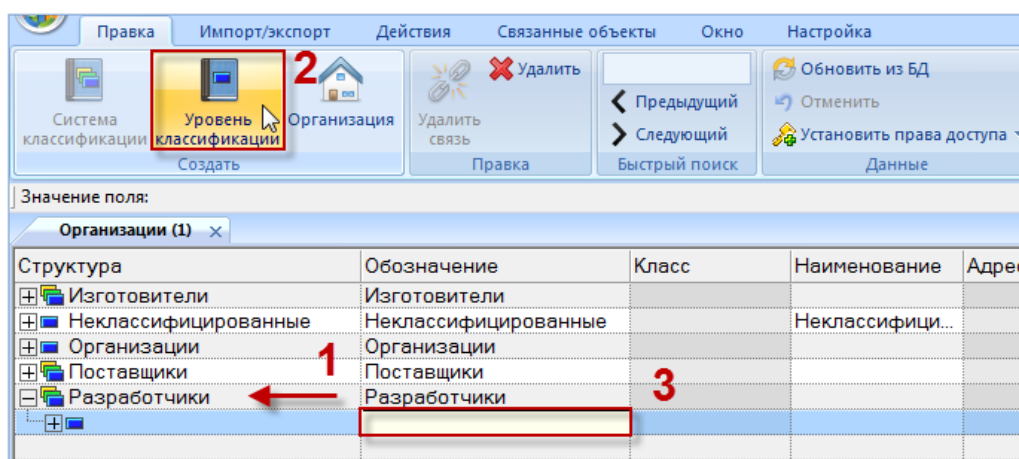

Рис. 9-8 – Создание подраздела в справочнике
- 2) Выбрать раздел, к которому нужно добавить дочерний раздел, например, «Разработчики», как в примере, приведенном на рис. 9-8.